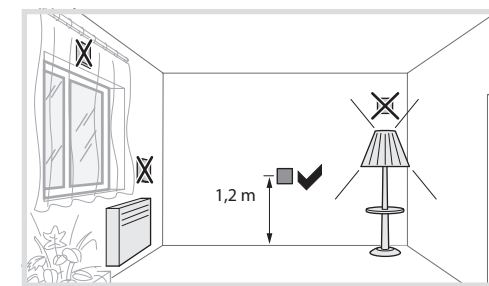

Bild 7: Montageort von Bewegungsmeldern
- Störquellen im Erfassungsbereich (Bild 4) vermeiden. Störquellen, z. B. Heizkörper, Lüftungs-, Klimaanlage und abkühlende Leuchtmittel können zu ungewollten Schaltungen führen (Bild 7).